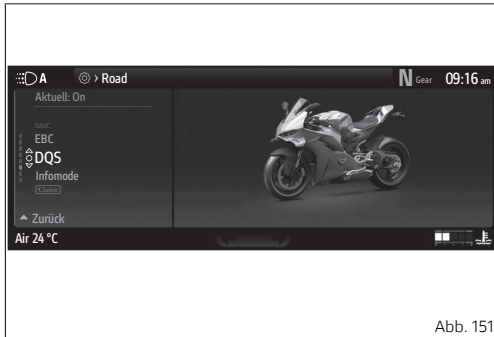

Abb. 151
- Die Angabe „DQS“ (Abb. 151 S.211) markieren, dann die Taste ○ drücken.